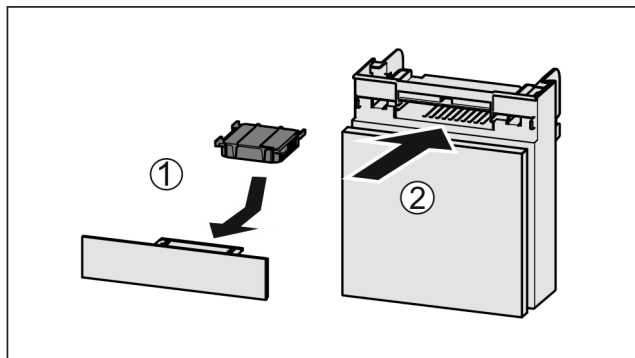

Fig. 206
- Umetnite filter s aktivnim ugljenom kao što je prikazano na slici Fig. 206 (1).
- Umetnite pretinac Fig. 206 (2).